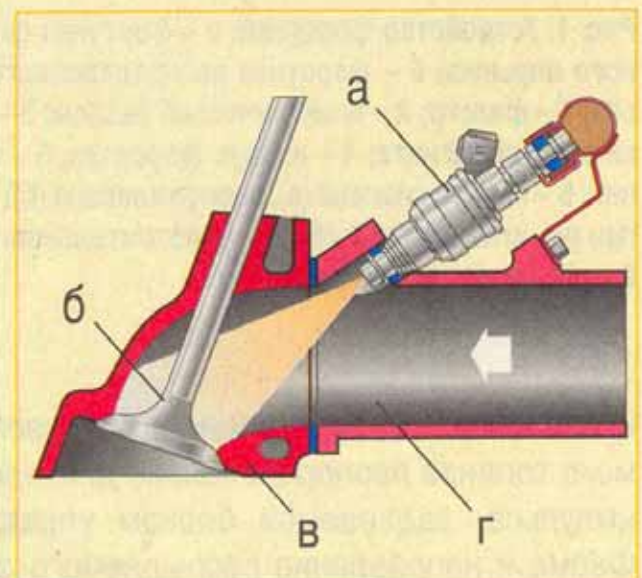

Рис. 4. Распределенный впрыск: а – форсунка; б – впускной клапан; в – головка блока цилиндров; г – впускной трубопровод.
**Распределенный впрыск** (рис. 4). Отдельные форсунки осуществляют впрыск топлива во впускные трубопроводы каждого цилиндра. Они располагаются у основания впускных трубопроводов (у корпуса головки блока цилиндров) и отличаются относительно высоким сопротивлением обмоток электромагнитов (до 12-16 Ом)\*.